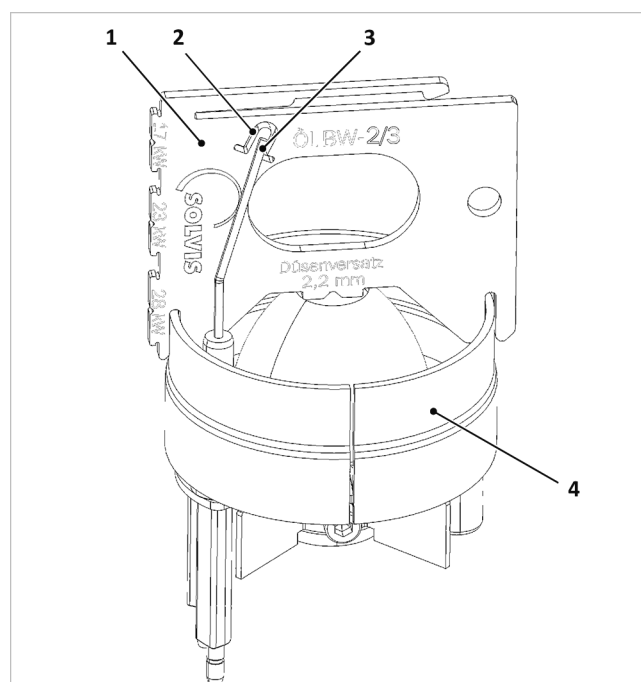

Fig. 57: Controllo della posizione degli elettrodi di accensione
4. Controllare la posizione degli elettrodi, come indicato nella → fig. 57, ed eventualmente correggere piegando con attenzione.